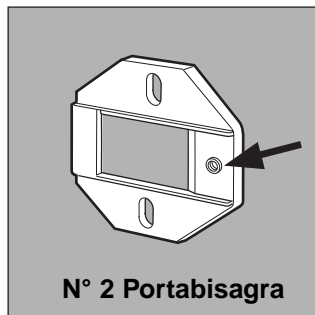

Fig. 1
- Montar los portabisagra en la parte delantera colocando el orificio indicado por una flecha en la fig. 1 hacia la parte interna del frente, utilizando los tornillos de tipo **C**.